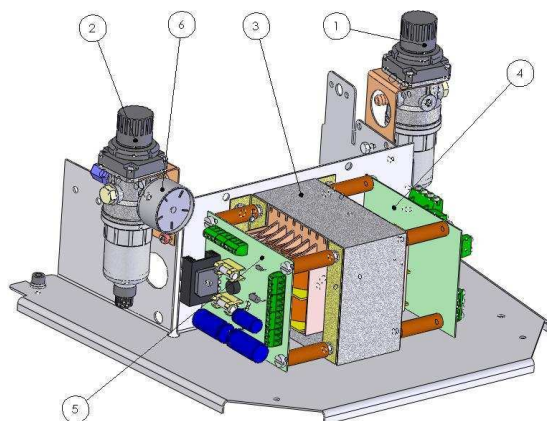

Рис. 2
Под кожухом (9) помещен энергоблок - рис. 2 , который содержит:
Энергоблок с нагревателем воды рис. 2а
рис. 2а
Энергоблок для установки с сепаратором Metasys и отсосом рис. 2б
Рис.2б
Энергоблок – исполнение для немецкого рынка - версия без нагревателя воды - рис. 2с
Рис. 2с